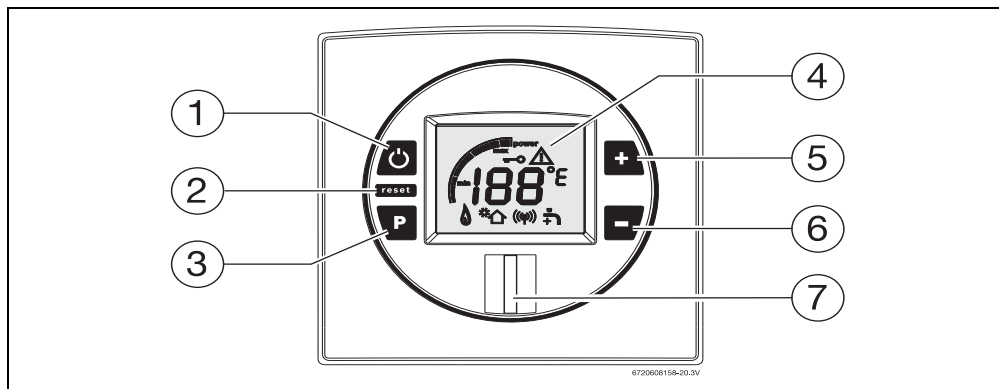

Рис. 4
Выключите прибор (Рис. 4 , поз. 1).
- ▶ Нажмите и удерживайте кнопку программирования (Рис. 4 , поз. 3), нажмите кнопку «Вкл./выкл.» (Рис. 4 , поз. 1), для подключения прибора. Отпустите кнопку программирования только после того, как на ЖК-дисплее появится индикация «188». На ЖК-дисплее появится сигнал «P2».
- ▶ Нажмите кнопку «Вкл./выкл.» (Рис. 4 , поз. 1), для отключения прибора. Теперь пульт дистанционного управления деактивирован.